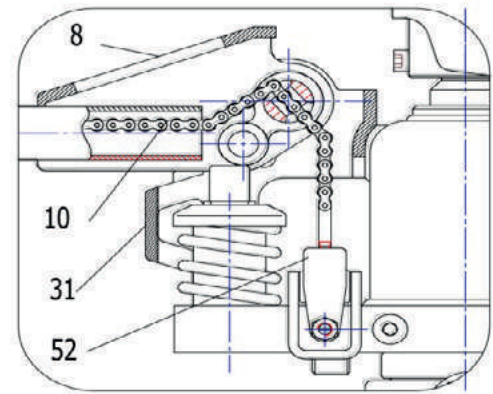

Fig.2
3.4 Introduzca la cadena 10 de la palanca a través del orificio del eje del perno 23. Revise la Fig.2.
3.5 Coloque el tornillo y la tuerca al final de la cadena 10 en la ranura de la placa de la palanca 52. Revise las Fig.2 y Fig.4.